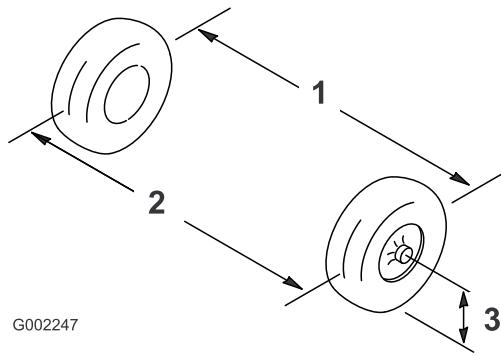

Figure 91
2. Mesurez la distance entre les roues avant à hauteur d'essieu, à l'avant et à l'arrière des roues (Figure 91).